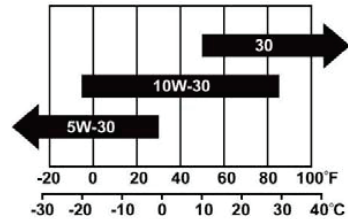

Рис. 5. Зависимость класса вязкости моторного масла от температуры окружающей среды.
- Рекомендуется для использования моторное масло для четырехтактных двигателей с воздушным охлаждением с классом вязкости SAE 10W-30. Моторное масло других вязкостей могут быть выбраны в соответствии с фактической средней температурой окружающей среды и информацией, показанной на графике, Рисунок 5.
Моторное масло с вязкостью SAE 10W-30 рекомендуется для использования в полном диапазоне температур. Моторное масло других вязкостей могут быть выбраны в соответствии с фактической средней температурой окружающей среды и информацией, показанной на графике, Рисунок 5.